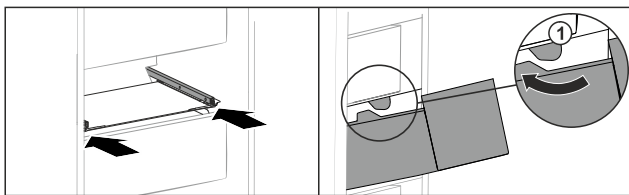

Fig. 151
- ▶ Обвести висувний ящик навколо стопора Fig. 151 (1).